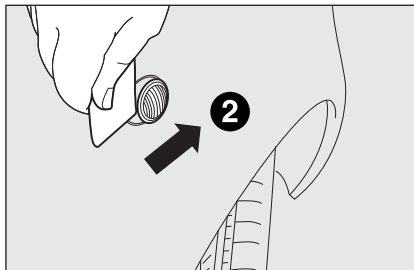

fig. 16b
- apoi folosiți transparentul ca și pârghie în direcția opusă, acționând din partea din spate (**2**-fig. 16b) și scoateți grupul **B**;